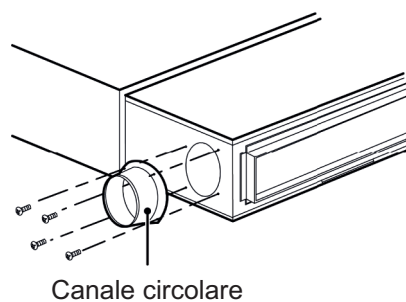

Fig. 4.25
- (2) Installare la flangia circolare, in modo che il canale dell'aria di rinnovo possa essere collegato, come mostrato in Fig. 4.25.
- (3) La tenuta e l'isolamento termico devono essere realizzati sia sul tubo dell'aria che sul tubo con la flangia circolare.
- (4) L'aria di rinnovo deve essere trattata tramite il filtro dell'aria.